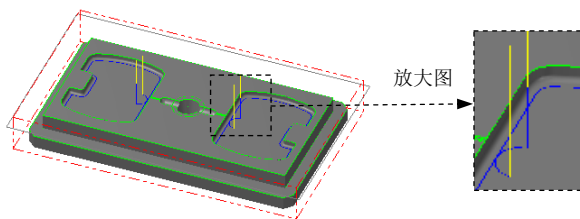

图 20.48 刀具路径
(1) 完成上步操作后，在“2D 刀具路径-外形铣削”对话框的刀具列表中双击该刀具，系统弹出“定义刀具-机床群组-1”对话框。
(2) 设置刀具号码。在“定义刀具-机床群组-1”对话框的 **刀具号码** 文本框中, 将原有的数值改为 7。
(3) 设置刀具的加工参数。单击“定义刀具-机床群组-1”对话框中的 **参数** 选项卡, 在 **进给率** 文本框中输入值 200.0, 在 **下刀速率** 文本框中输入值 100.0, 在 **提刀速率** 文本框中输入值 500.0, 在 **主轴转速** 文本框中输入值 2200.0。
(4) 设置冷却方式。在 **参数** 选项卡中单击 **Coolant...** 按钮, 系统弹出“Coolant...”对话框, 在 **Flood** (切削液) 下拉列表中选择 **On** 选项。单击该对话框中的 **✓** 按钮, 关闭“Coolant...”对话框。
Step10. 单击“2D 刀具路径-外形铣削”对话框中的 **✓** 按钮, 完成参数设置, 此时系统将自动生成图 20.48 所示的刀具路径。